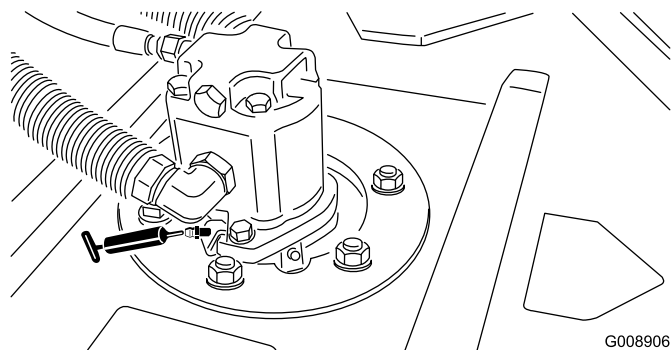

図 35
- カuttingユニットのスピンドルシャフトのベアリングユニット2台に1ヶ所 図 35。